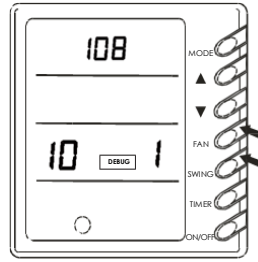

Fig.8
4.3.11 Parametri del sistema (Fig.8)
4.3.11 System parameters display (Fig.8)